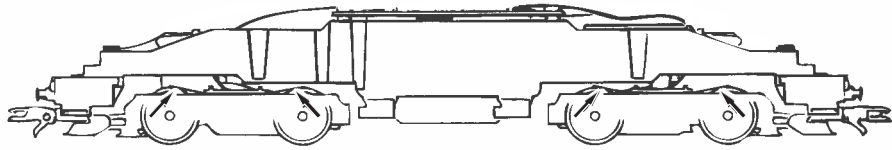

Fig. 6
3. Haftreifenwechsel: Zuerst den Getriebedeckel abnehmen (Fig. 6). Danach den **Radsatz** herausnehmen und die **Haftreifen** mit einer Nadel od. mit einem feinen Schraubendreher abziehen (Fig. 6). Beim Aufziehen der neuen Haftreifen darauf achten, dass diese sich nicht verdrehen.
1. Cleaning of wheel contacts: Wheel contacts easily get dirty on tracks which are not entirely clean. Use a small brush to **remove dirt** from spots marked in fig. 6.
3. Change of traction tyre: Remove the gear cover (fig. 6). Take out **wheel set** and remove **traction tyre** using a pin or a fine screwdriver (fig. 6). When pressing on the new traction tyre please **avoid twisting it**.
3. Échange des bandages d'adhérence: Démontez d'abord **le couvercle du carter des engrenages** des engrenages (fig. 6). Délogez ensuite les essieux bandagés et enlevez, à l'aide d'une aiguille ou d'un tourne-vis fin, les bandages d'adhérence (fig. 6). Lors du montage des nouveaux bandages veuillez veiller à ce que les bandages **ne soient pas tordus**.